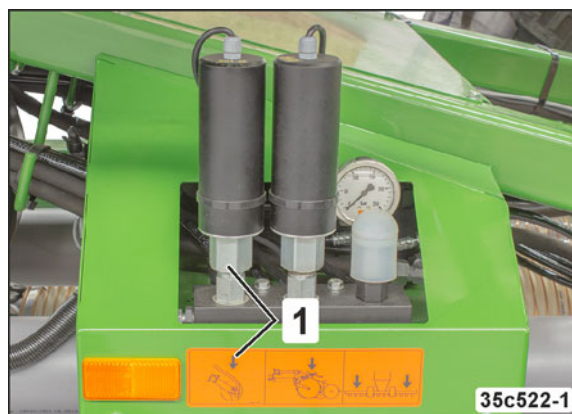

Рис. 112
- серводвигателя (Рис. 112/1, опция), управляемого через терминал AMATRON 3 в кабине трактора.